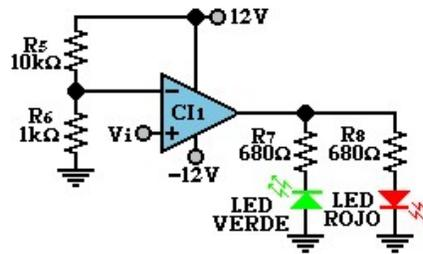

Figura 4.3
3. Realizar la simulación del circuito de la figura 4.3 de acuerdo con los valores de la tabla 4.2.
4. Arme el circuito de la figura 4.3. Con una señal triangular de $4V_{PP}$ y una frecuencia de 10Hz. Observe y dibuje las señales V_i y V_s , acotándolas debidamente.